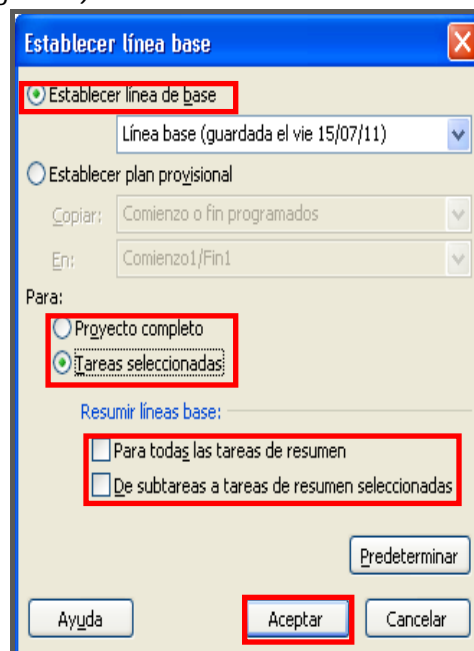

FIGURA 2: Agregar nuevas tareas a una Línea Base establecida.
3. Haga clic en “Aceptar” y luego en “Sí” para confirmar que queremos cambiar la Línea Base existente (Figura 2).